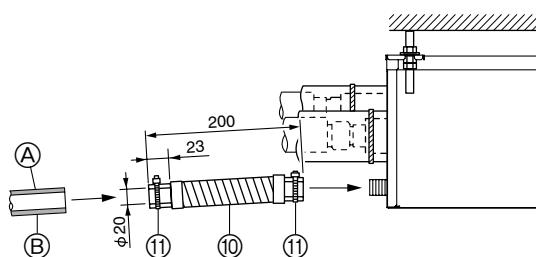

Fig. 8-1
(1) Τυλίξτε με αυτοκόλλητο PVC (θα το προμηθευτείται από το εμπόριο) την ένωση του σωλήνα αποστράγγισης με το κουτί διακλάδωσης και πιέστε το συνδεδεμένο εύκαμπτο σωλήνα ⑯ στην ένωση όποια πάει. (Fig. 8-1)